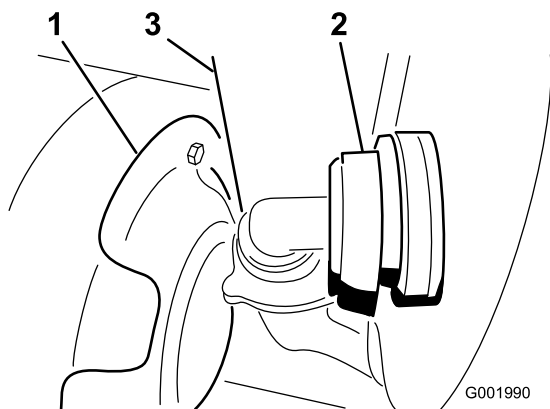

Figura 53
3. Scollegate il flessibile situato sulla parte anteriore del serbatoio, in basso (Figura 53).
Nota: All'occorrenza, mentre rimuovete il carter spingete indietro lo schermo termico (Figura 53).
7. Collegate il flessibile alla parte anteriore del serbatoio (Figura 53).